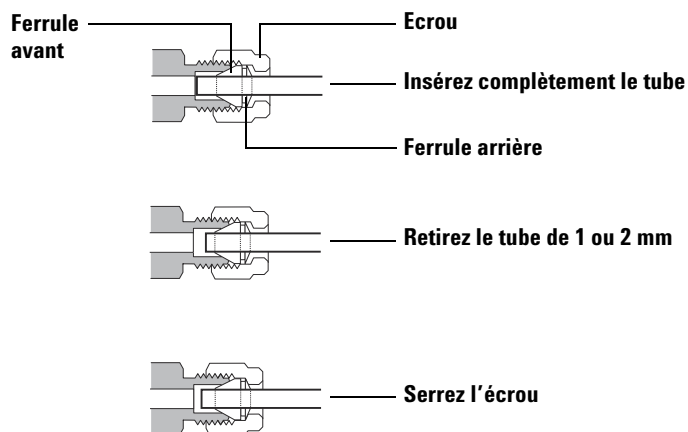

Figure 10 Insérez le tube
- 5 Poussez le tube à fond dans le raccord mâle, puis retirez-le de 1 à 2 mm (Figure 10).